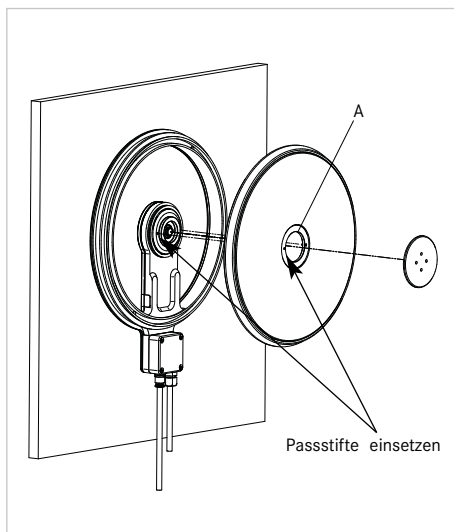

Abbildung 11: Montage Drehscheibe
Setzen Sie dann die Nabe (A) der Drehscheibe auf den Motor der Basiseinheit, achten Sie hierbei darauf, dass die Passstifte der Rotornabe in die Bohrungen des Motors greifen (Abbildung 11, Seite 15).
Setzen Sie die Schraubkappe vorsichtig auf das Gewinde des Motors, um dieses nicht zu beschädigen. Nun ziehen Sie diese vorerst nur mit der Hand (im Uhrzeigersinn) fest (Abbildung 11).